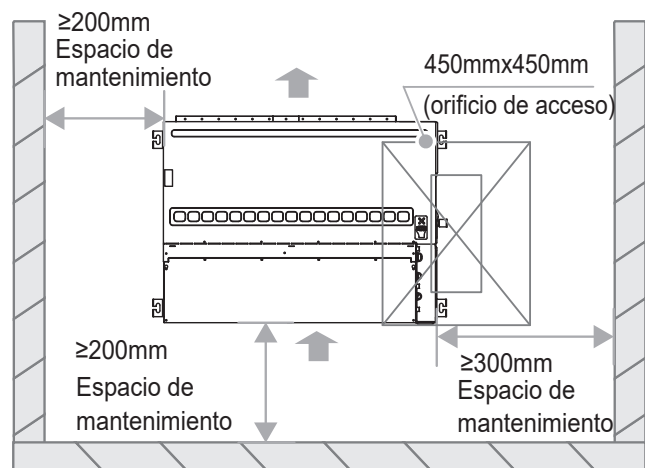

Figura 1
- Existe el espacio necesario para la instalación y el mantenimiento. (Consulte la Figura 1)